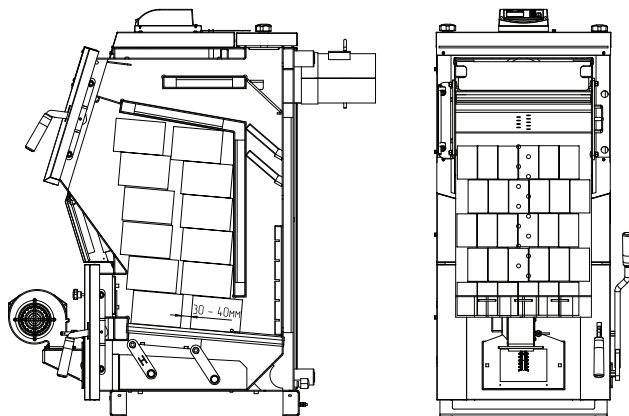
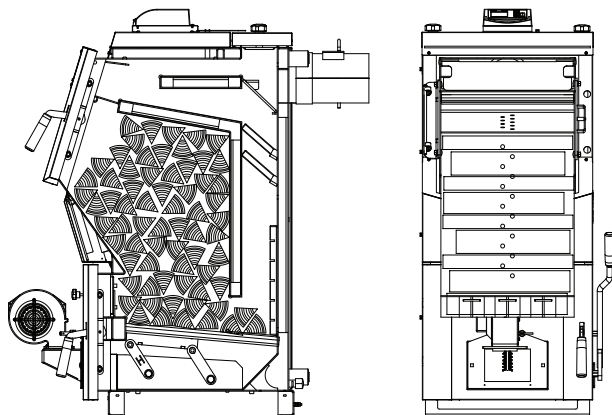
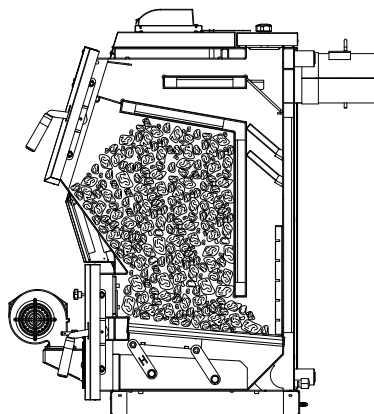

Рис.8 Схема загрузки котла древесными брикетами.
Рис.9 Схема загрузки котла дровами.
Рис.10 Схема загрузки котла углём.
- Заполнить топку котла топливом, равномерно распределяя его по всему объёму в соответствии с **Рис.8, Рис.9, Рис.10**;